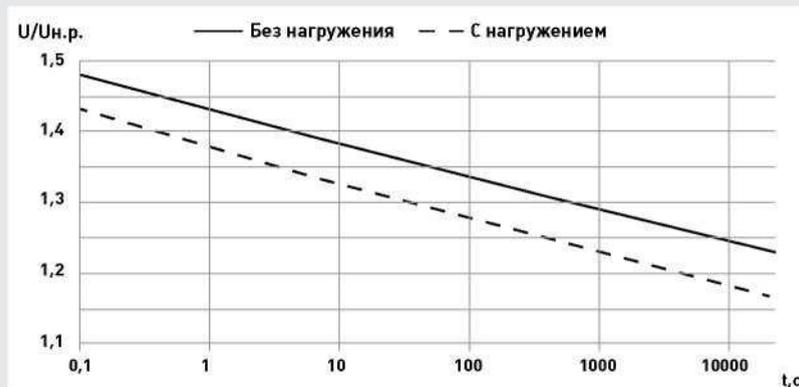

Рис. 1. Характеристика «напряжение - время» ОПН-РВ. 1
2.2. Характеристика «напряжение - время» ОПН-РВ представлена на рис. 1.